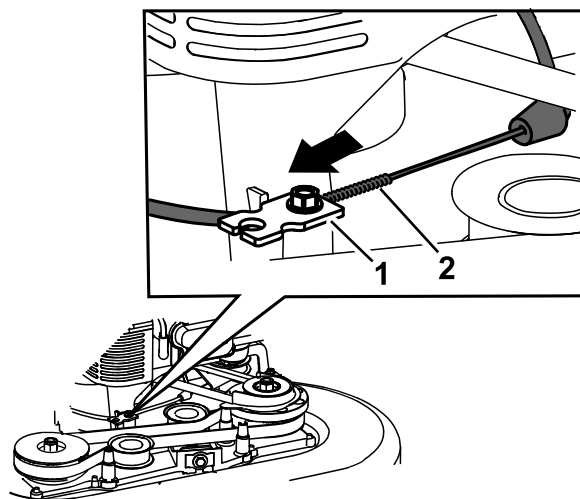

Figure 44
6. Tirez sur la gaine du câble pour supprimer le mou (Figure 44).